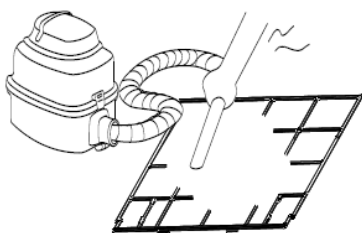

Fig. G3
4. El lado de entrada de aire debe quedar hacia arriba cuando se utilice aspirador (véase la fig. G3)